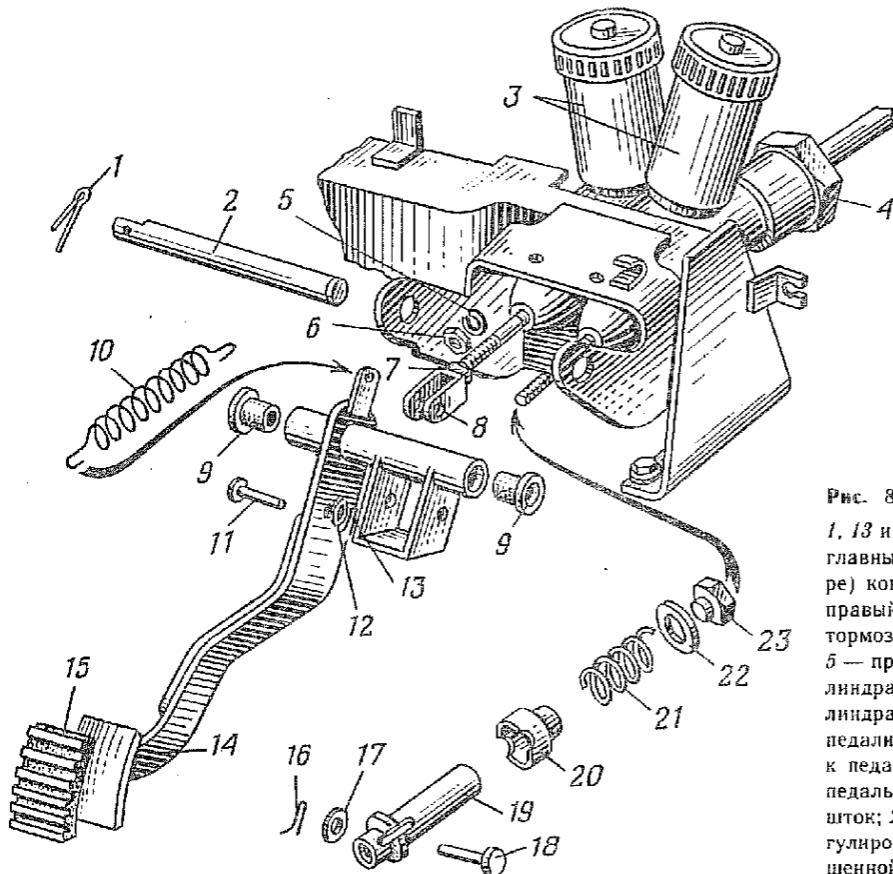

Рис. 84. Привод главных тормозных цилиндров:
1.2. Вывернуть соединительную гайку 4 (рис. 84) крепления трубы гидропривода к штуцеру цилиндра и отсоединить трубку от цилиндра. Установить в отверстие трубы технологическую заглушку (ключ 12, технологическая заглушка).
3.2. Вывернуть соединительную гайку 4 (рис. 84) крепления трубы гидропривода к штуцеру цилиндра и отсоединить трубку от цилиндра. Установить в отверстие трубы технологическую заглушку (ключ 12, технологическая заглушка).
4.2. Навернуть на толкатель устанавливаемого цилиндра до упора гайку 23 (рис. 84), установить шайбу 22, пружину 21, упорную шайбу 20 и навернуть шток 19 до упора в гайку 23. Удерживая шток 19 от проворачивания (при совмещенных вырезах штока и шайбы 20), застопорить его на толкателье гайкой 28 (ключ 27).
6.2. Снять оттяжную пружину 10 (рис. 84) педали 14 тормоза (плоскогубцы 150).
7.1. Установить в педаль 14 (рис. 84) втулки 9 и смазать их внутреннюю поверхность графитной смазкой (наставка, молоток 500 г).